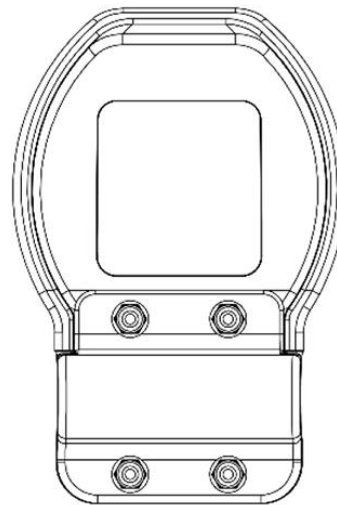

Fig. 3d
- fig. 3d – uchwyt w rzucie z tyłu w trzeciej odmianie;